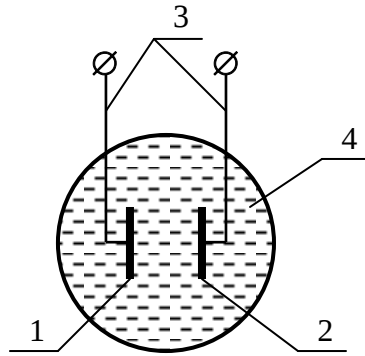

Рис. 1. Схема двохелектродного датчика корозії.
5.3. Схематично двохелектродний датчик показаний на рис. 1. Електроди 1 і 2 мають струмопідведення 3 і поміщені в корозивне середовище 4. Однією з умов надійної роботи датчика є ідентичність електродів по складу, формі, геометричним розмірам, якості підготовки поверхні і гідродинамічним умовам взаємодії з середовищем.